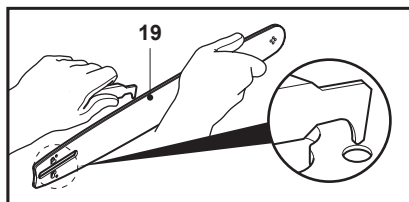

Fig. 45
3. Vérifier le pignon d'entraînement (29). S'il est usé ou endommagé en raison de la tension, le faire remplacer par un réparateur agréé.
4. Éliminer les résidus dans les rainures du guide-chaîne (19) à l'aide d'un tournevis, d'un couteau à enduire, d'une brosse métallique ou de tout autre outil similaire. Cela permet de garder les conduits d'huile dégagés afin d'assurer la bonne lubrification du guide-chaîne (19) et de la chaîne (20) (Fig. 45).